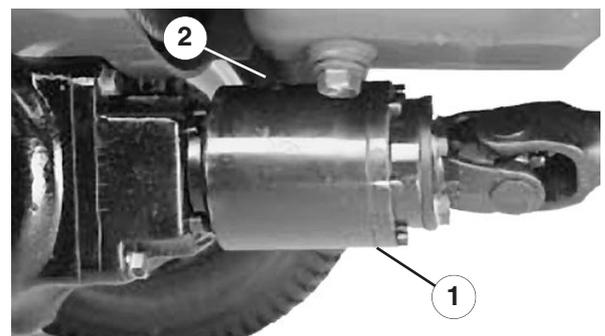

Bild 8
- Drehen Sie die Kupplung (Bild 8), so dass die Prüfschraube (im Bild auf 12 Uhr positioniert) auf 16.00 Uhr positioniert ist.